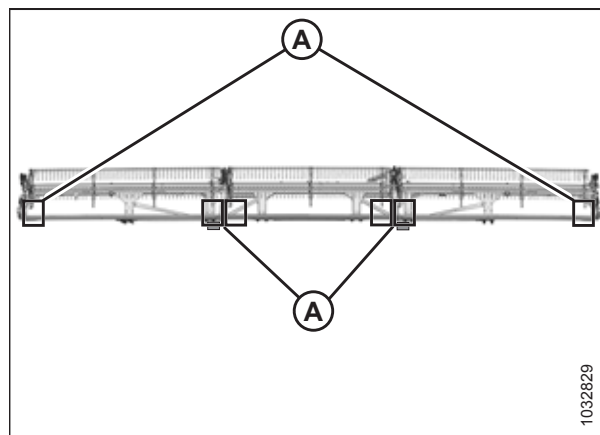

Abbildung 5.303: Messstellen an FlexDraper®-Schneidwerk mit dreiteiliger Haspel
- Abbildung 5.303, Seite 583 – dreiteilige Haspel